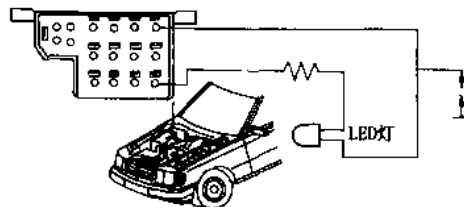

图 1-2-3 发动机故障码的读取
1. 奔驰 KE、LH、HFM、ME - SFI 发动机电脑故障码读取(图 1-2-3):